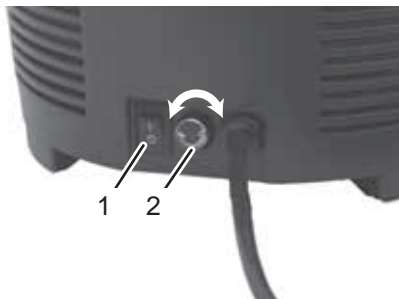

Fig. 44
4. Mettez en marche l'appareil en actionnant l'interrupteur Marche/Arrêt (Fig. 44/1).
1. Réglez la température sur le thermostat (Fig. 44/2).